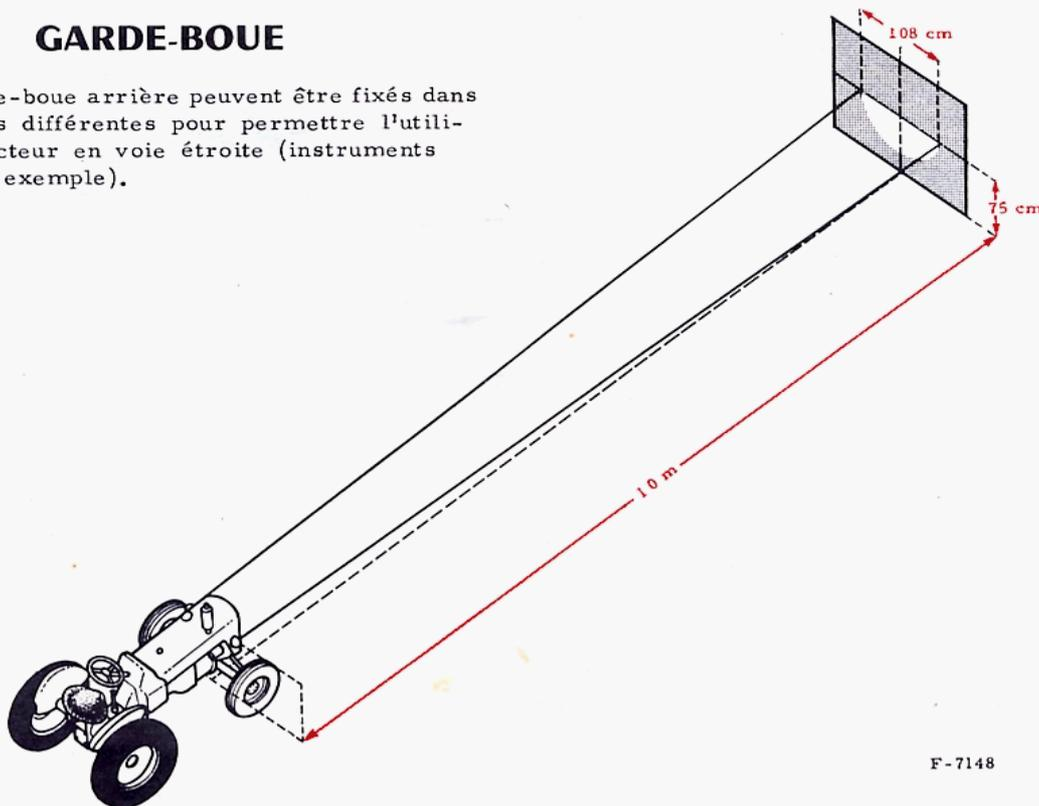

Fig. 28. — Réglage des phares.
- 3 - D'une hauteur maximum de 75 cm (fig. 28).